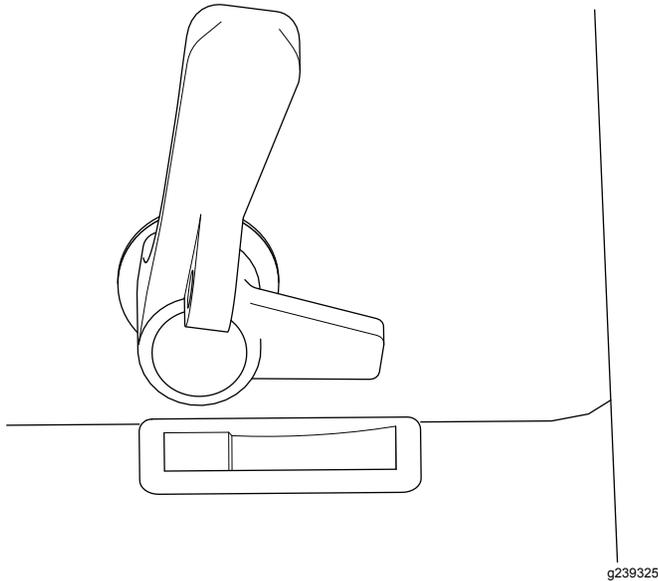

Figura 9
1. Ruotate le maniglie in senso antiorario e spingete il finestrino per aprirlo (Figura 9).